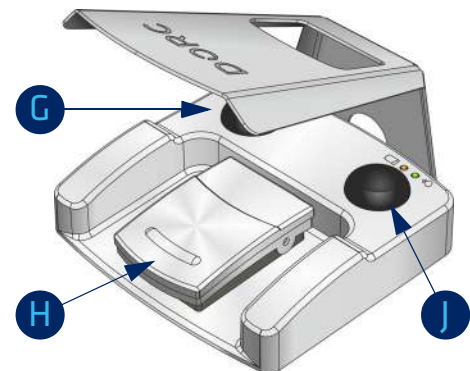

Fig. 14: Interruptor de pedal do laser
- Com o interruptor de pedal do laser (fig. 14), não apenas os pulsos de laser podem ser emitidos, mas também a potência pode ser ajustada.